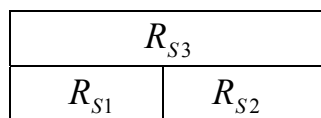

Рисунок 3.5 – Поверхня діелектрика
3.2.42 На поверхні діелектрика (рис. 3.5) виділено три ділянки, що мають поверхневі опори $R_{s1} = 10^{12}\text{ Ом}$, $R_{s2} = 7 \cdot 10^{10}\text{ Ом}$, $R_{s3} = 2 \cdot 10^{10}\text{ Ом}$. Чому дорівнює поверхневий опір діелектрика?